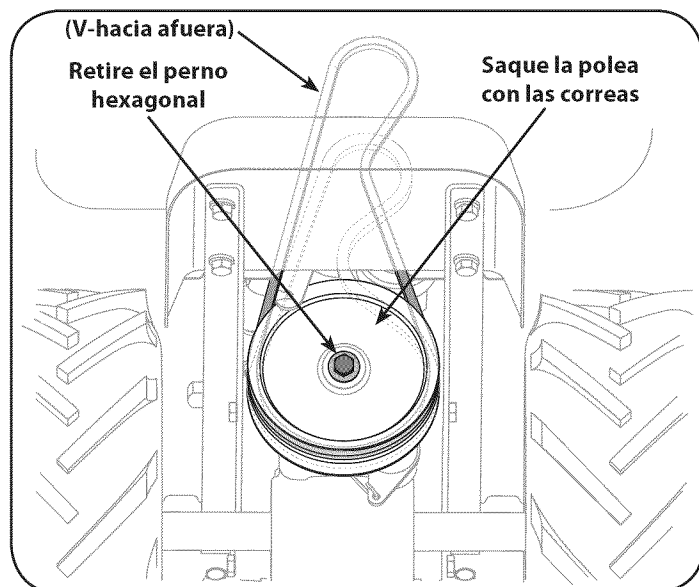

Figura 31
6. Saque los pernos hexagonales que aseguran la polea de transmisión, luego saque la polea y las dos correas. Vea la Figura 31.